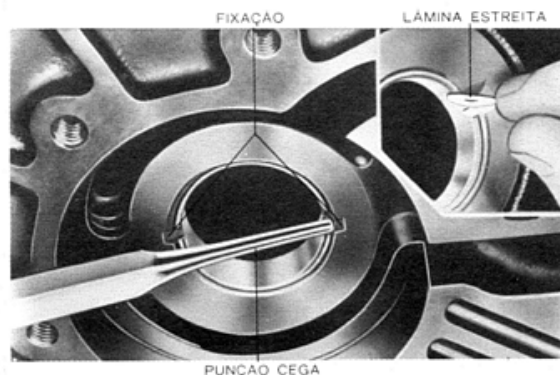

Fig. 46 — Fixação da bucha da bomba de óleo
- Remover as saliências ou rebarbas em redor da área onde se fez a fixação (Fig. 46). Para este fim, nunca usar uma lima ou ferramenta similar mas sim um canivete de lâmina estreita ou afiada.